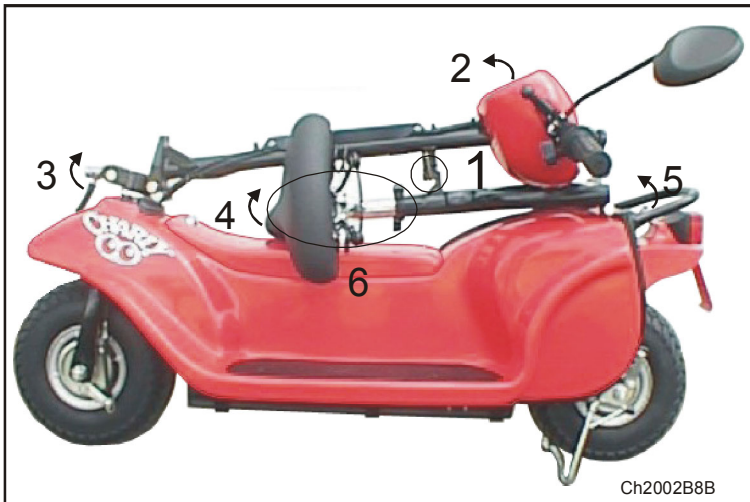

Bild 9 CHARLY zusammengeklappt
- Lenkstangenbefestigung, Bild 9, Position 3